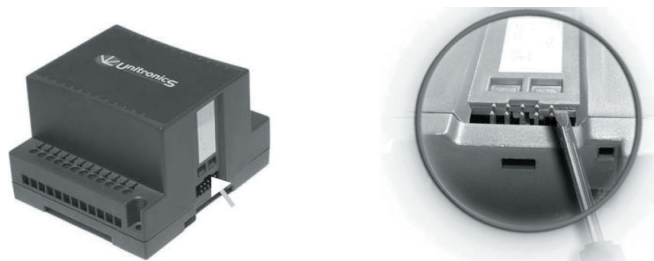

Рис. 34
1. Откройте первую сторону, вставив наконечник отвертки между 2 пластмассовыми выступами, как показано на рис. 34 и осторожно подняв ее вверх.